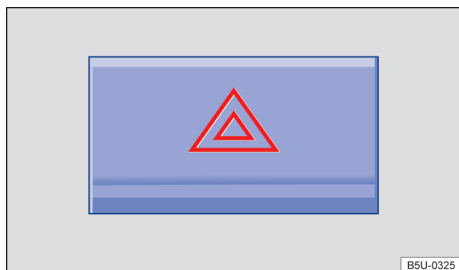

Fig. 40 Na parte superior do console central: interruptor das luzes de advertência.
2. Ligar as luzes de advertência com o interruptor → Fig. 40.
As luzes de advertência também podem ser desligadas ao pressionar o interruptor no painel de instrumentos → Fig. 40. ▶